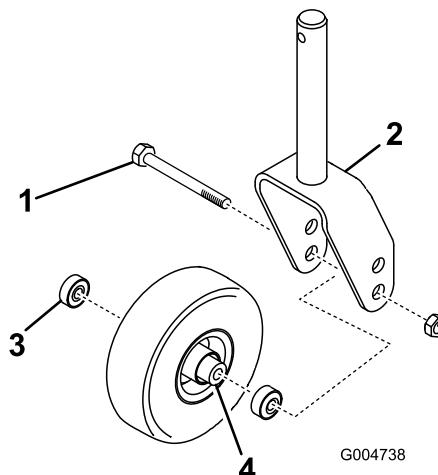
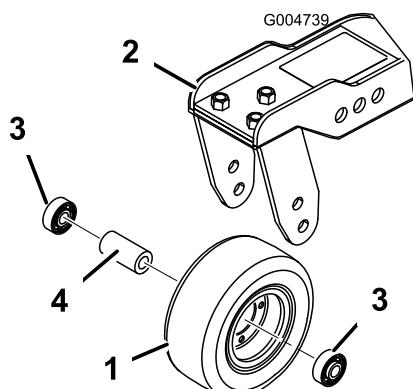

Figura 78
Figura 79
1. Togliete il dado di bloccaggio dal bullone che fissa il gruppo ruota orientabile alla forcella (Figura 78) o al braccio di rotazione (Figura 79). Afferrate la ruota orientabile ed estraete la vite a testa cilindrica dalla forcella o dal braccio di rotazione.
2. Togliete il cuscinetto dal mozzo della ruota e lasciate cadere il distanziale del cuscinetto (Figura 78 e Figura 79). Togliete il cuscinetto dalla parte opposta del mozzo della ruota.